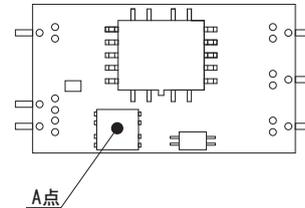

図7.7 強制通風時の温度測定箇所
■強制通風時（1m/s）は、図7.7のA点の温度が105℃以下となるように通風して、ご使用ください。